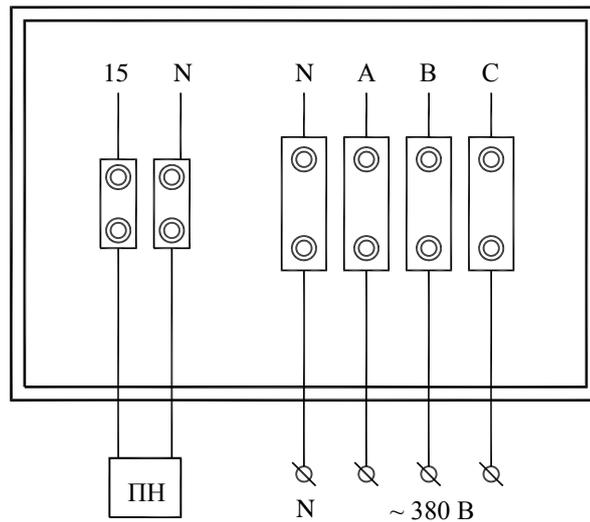

Рис. 4. Схема электрических подключений в монтажной коробке установки «ФФУ-10».
Электрическая и гидравлическая схемы установки обеспечивают ее работу в автоматическом режиме в соответствии с потреблением оборотной воды для мойки автомобилей, либо по мере поступления сточных вод с помощью датчиков минимального и максимального уровней воды в накопителе (рис.4).
6.17. При работе установки на обеспечение оборотного водоснабжения в накопителе устанавливается блок датчиков уровня (рис. 4), и работа установки производится в автоматическом режиме. Автоматический режим устанавливается соответствующим переключателем на пульте управления.
Подключение установки к питающей сети производится через монтажную коробку, установленную на общей раме с правой стороны (рис. 4).